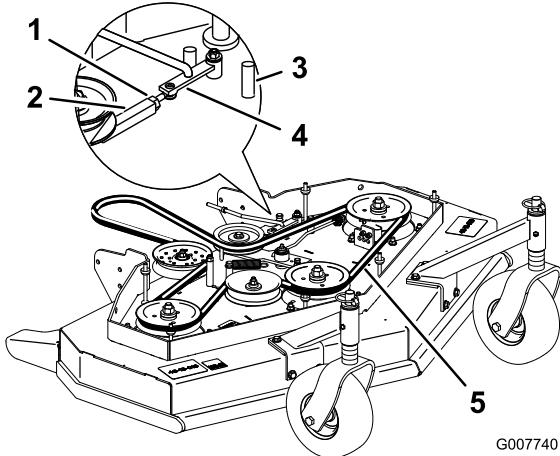

Figura 44
3. Allentate il dado di bloccaggio sul tornichetto (Figura 44).
- Ruotate il tornichetto verso la parte posteriore del tosaerba per aumentare la tensione della cinghia. Ruotate il tornichetto verso la parte anteriore del tosaerba per diminuire la tensione della cinghia (Figura 44).